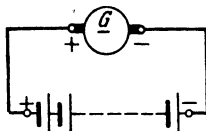

Abb. 5. Laden von Akkumulatoren zu Aufgabe 39.
39. Beim Laden der Akkumulatoren steigt die EMK einer Zelle zunächst auf 2,2 [2,23] V an, während der innere Widerstand (siehe Aufgabe 38) nahezu unverändert bleibt. Welche EMK muß die zum Laden benutzte Maschine G (Abb. 5) besitzen, wenn der Widerstand der Maschine und der Zuleitungsdrähte 0,1 [0,34] Ω beträgt und die Ladung mit 30 [65] A Strom vor sich gehen soll?